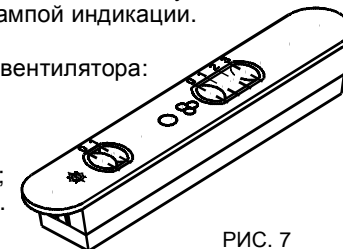

РИС. 7
7.2.1 Ползунковый переключатель (рис. 7).